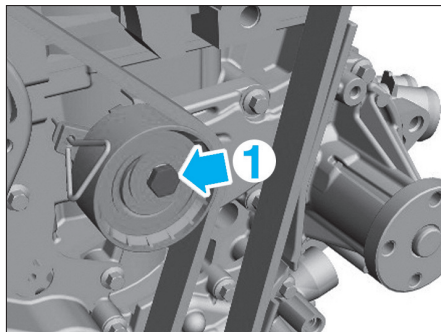

Fig. 21
- la vis (1) du galet tendeur de la courroie de distribution (Fig.21),